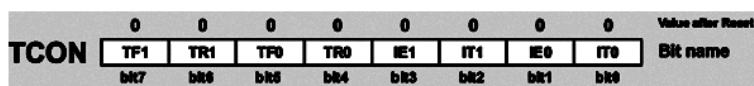

Figura 12.6: Interrupciones Externas
- \* Las interrupciones externas INT0, INT1 generan una interrupción por flanco negativo siempre que sus respectivos bits IT0, IT1 del registro TCON (Figura 12.6) se encuentren en uno. Ej.: SETB IT0.